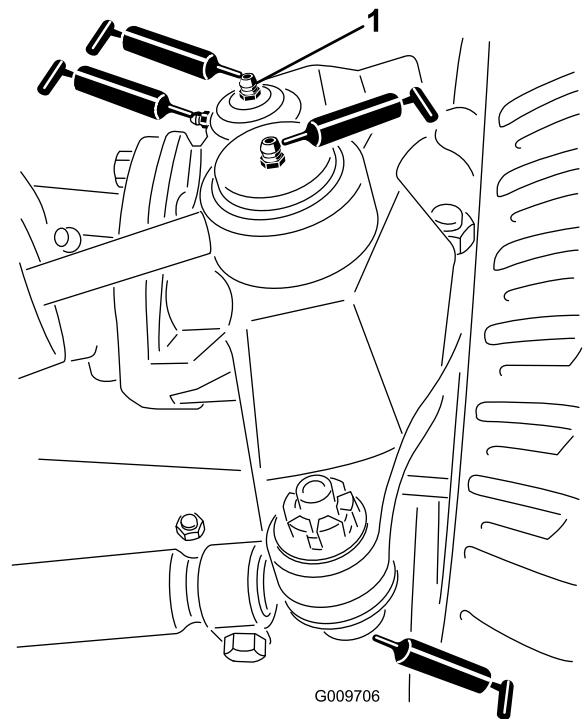

Figura 83
- Articulaciones esféricas de cilindro de dirección (2) tal y como se muestra en la Figura 83
- Articulaciones esféricas de biela (2) tal y como se muestra en la Figura 83
- Casquillos de pivote de dirección (2) tal y como se muestra en la Figura 83